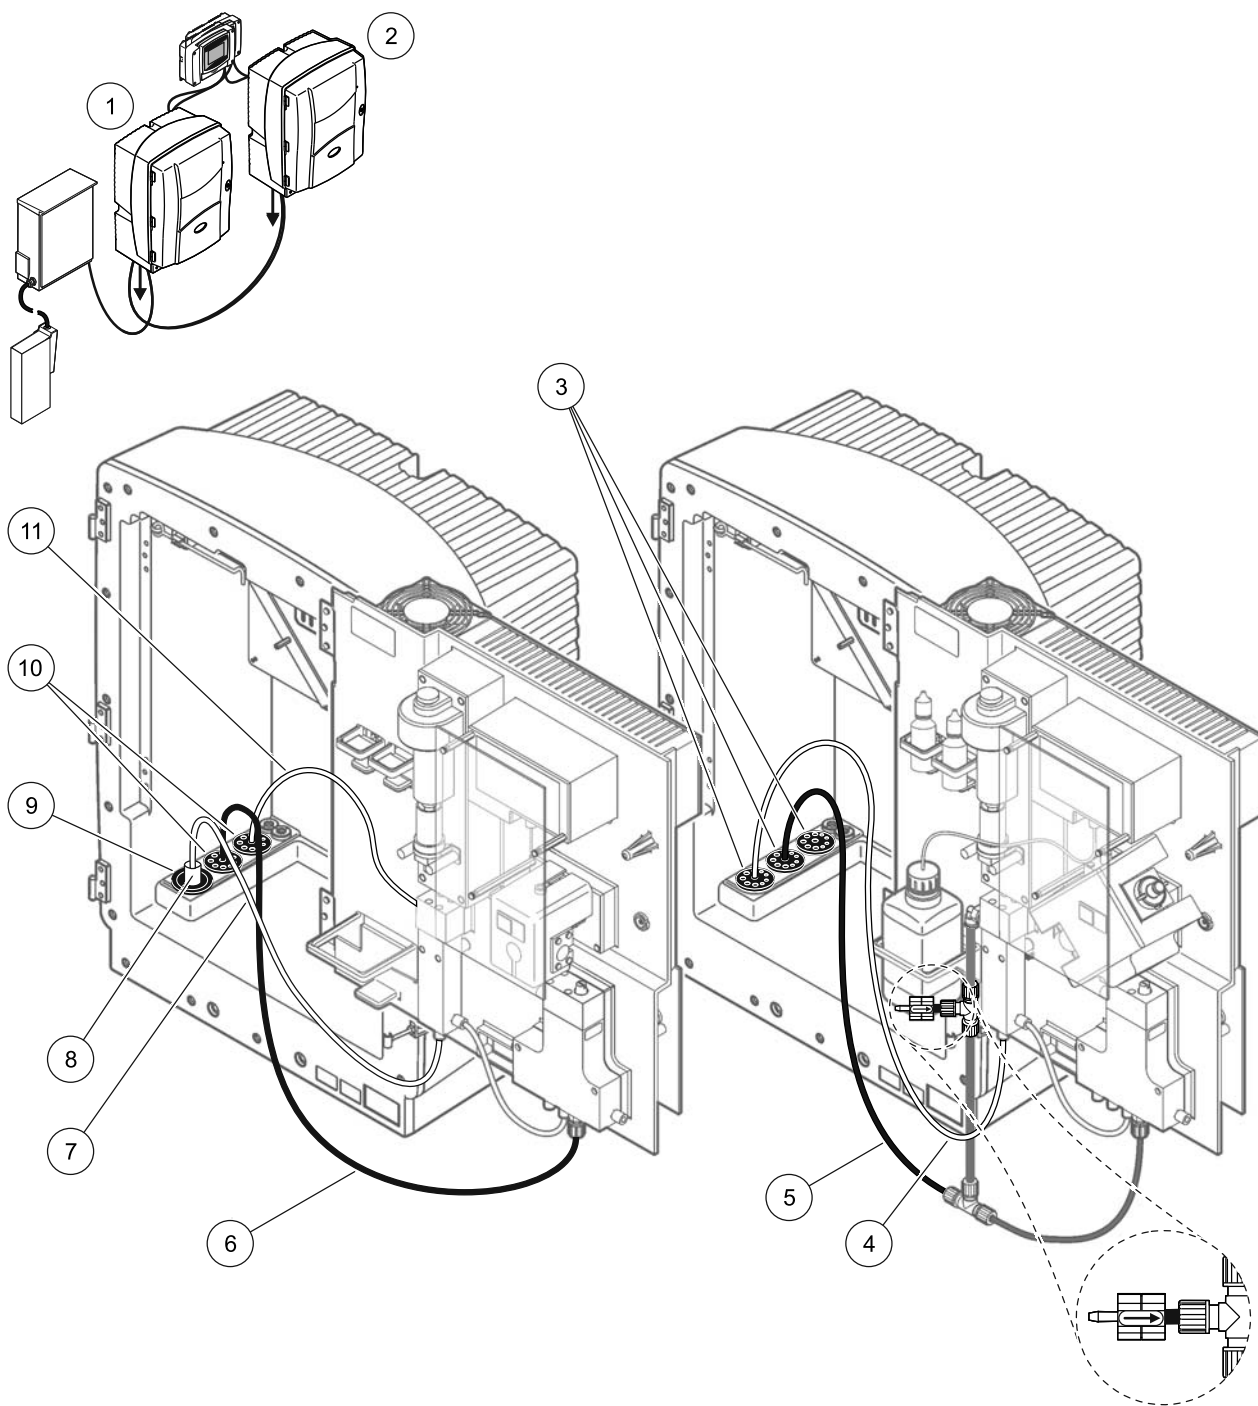

Рисунок 35 Монтаж версии 8b
Для Версии 8b смотрите Рисунок 35 и следующие инструкции:
- a. Пропустите шланг с подогревом от FILTRAX через отверстие в анализаторе (Рисунок 35, позиция 8). Для фиксации используйте уплотняющую заглушку #1.